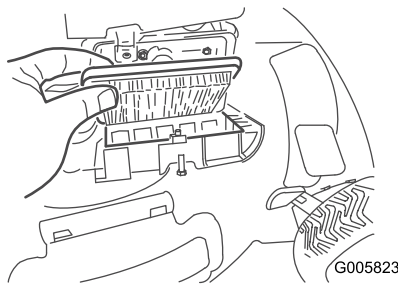

Figure 22
2. Remplacez le filtre à air (Figure 22).